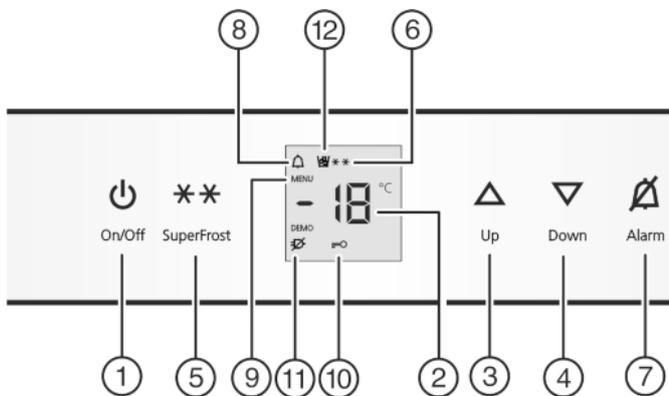

Fig. 2
- ▶ 按下按钮 On/Off Fig. 2 (1)。
- ▶ 激活设置模式：按下超冻 (SuperFrost) 按钮 Fig. 2 (5) 约 5 秒。
- ▷ 超冻 (SuperFrost) 标志 Fig. 2 (9) 发亮。
- ▶ 短按超冻 (SuperFrost) 按钮 Fig. 2 (5)，用于确认。如果显示器中显示 **cl**，则：
- ▶ 短按超冻 (SuperFrost) 按钮 Fig. 2 (5)，开启儿童保护模式。
- ▷ 儿童保护标志 Fig. 2 (10) 发亮。显示器上 **c** 闪烁。如果显示器中显示 **c0**，则：
- ▶ 短按超冻 (SuperFrost) 按钮 Fig. 2 (5)，退出儿童保护模式。
- ▷ 儿童保护标志 Fig. 2 (10) 熄灭。显示器上 **c** 闪烁。
- ▶ 设置模式关闭：按下按钮 On/Off Fig. 2 (1)。
- ▶ 按下报警按钮 Fig. 2 (7)。
同时温度显示器和报警标志 Fig. 2 (8) 闪烁。
如果重新达到足够冷的温度，发声报警器自动停止鸣响，报警标志 *Fig. 2 (8)* 熄灭，温度显示器停止闪烁。
- ▶ 按下报警按键 *Fig. 2 (7)*。
- ▶ 调热温度：按下设置键 Up *Fig. 2 (3)*。
- ▶ 调冷温度：按下设置键 Down *Fig. 2 (4)*。